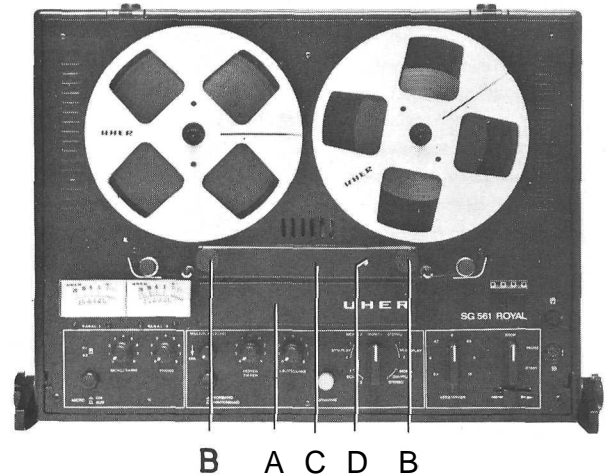

Fig. 12
9.4 Echange de l'unité de têtes magnetiques Z 345/Z 346 (voir fig. 12)
9.5 Ajustage de la tête de lecture (voir fig. 12)